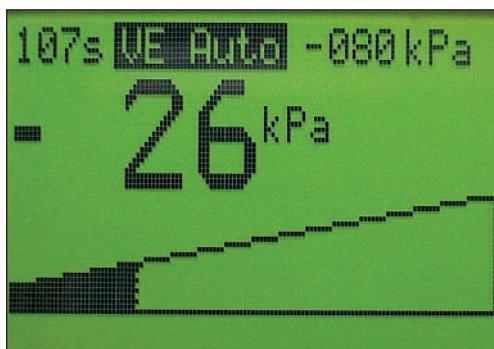

Bild 17. Bild der Anzeige während des automatischen Vakuumaufbaus.
- Nach Erreichen des Grundvakuums von -20kPa wird der automatische Vakuumaufbau gestartet und durch einen Hinweiston signalisiert. Die noch verbleibende Zeit (Angabe in Sekunden) bis zum Erreichen des Endvakuums ist in der Anzeige oben links dargestellt (Bild 17).